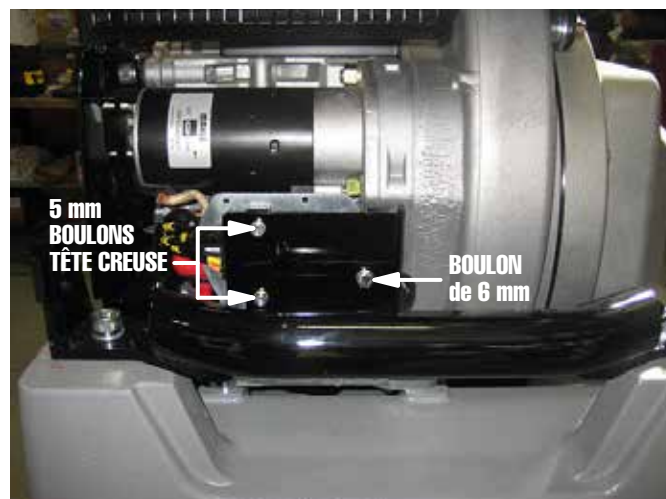

Figure 20. Retrait des boulons du panneau électrique (MVH508DZ)
4. Retirer et mettre de côté le boulon de 6 mm et deux boulons à tête creuse de 5 mm qui fixent le petit panneau électrique à l'avant de l'appareil (Figure 20).